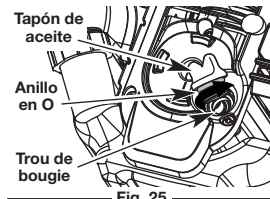

Fig. 25
- Retire el tapón de relleno de aceite / varilla de medición y seque el aceite. Vuelva a insertarlo completamente hacia adentro (Fig. 25).
NOTA: Verifique que el anillo en O esté en su lugar en el tapón de relleno de aceite / varilla de medición cuando mida y cambie el aceite (Fig. 25).